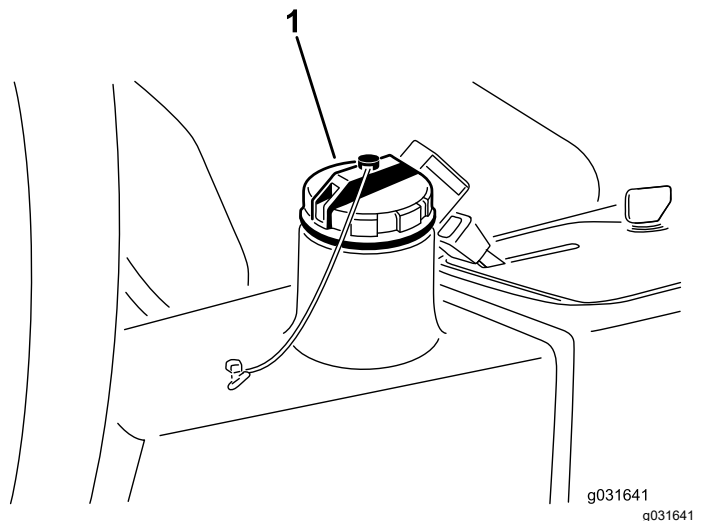

Figure 66
- Versez environ 13,2 L (3,5 gal américains) de liquide hydraulique dans le réservoir (Figure 66); voir Spécifications du liquide hydraulique (page 55) et Contrôle du niveau de liquide hydraulique (page 55).